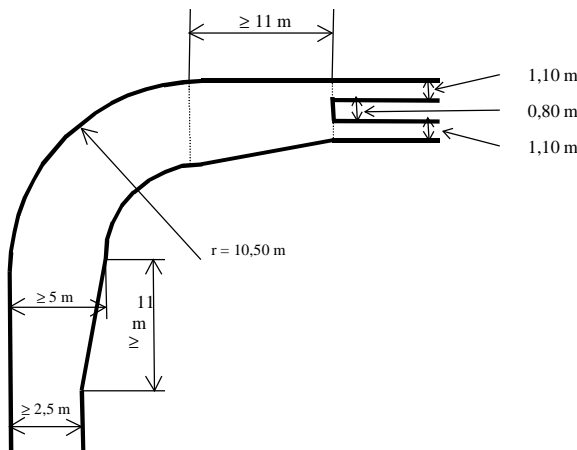

Bild 1
3. Kurven in Zu- oder Durchfahrten (Tabelle, Bild 1)